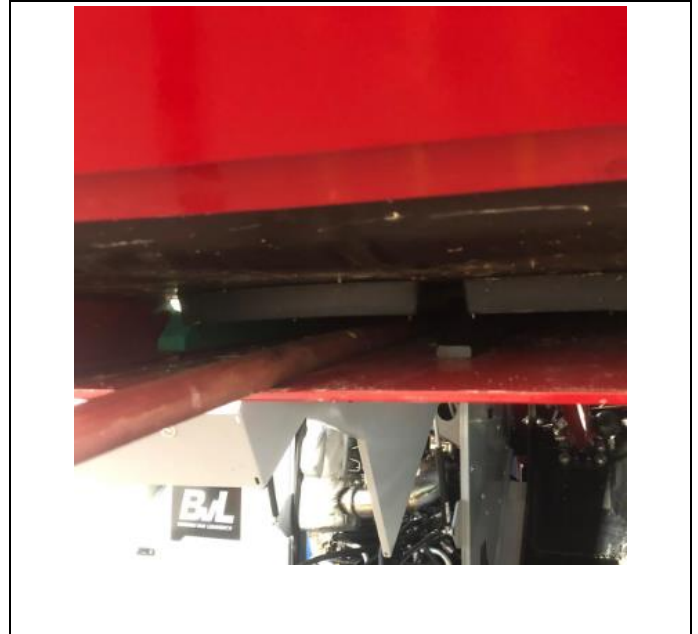

Abb. 9-68
- Einen Besenstiel von unten unter das Elevatorband bis zur Höhe der Auswurföffnung des Abstreifers schieben (Abb. 9-68).